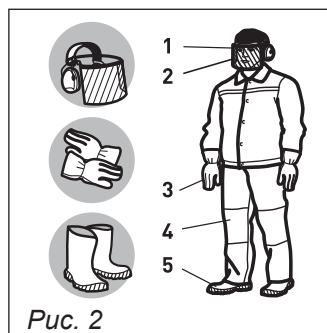

Рис. 2
• Носите прочную рабочую одежду с длинными рукавами, прочные перчатки, прочную нескользящую рабочую обувь, защитную каску и щиток (см. рис. 2).